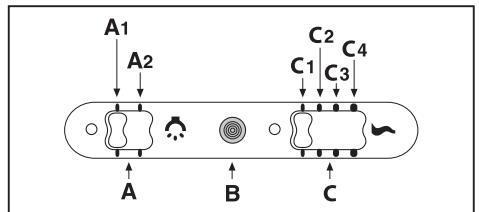

Fig.10
• Comandi slider (Fig.10) la simbologia è di seguito riportata: